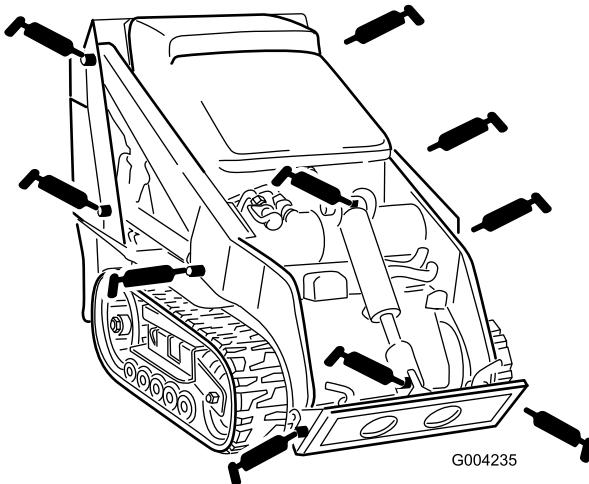
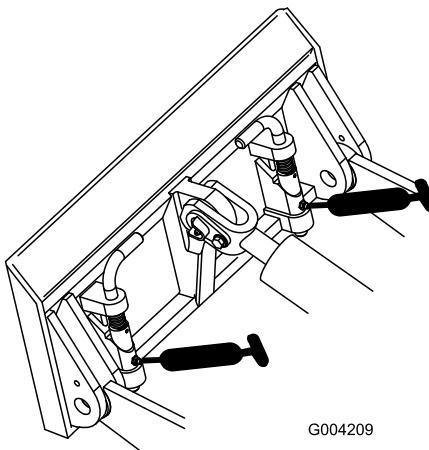

Bild 30
Bild 31
3. Setzen Sie die Fettpresse nacheinander an allen Nippeln an (Bild 30 und Bild 31).